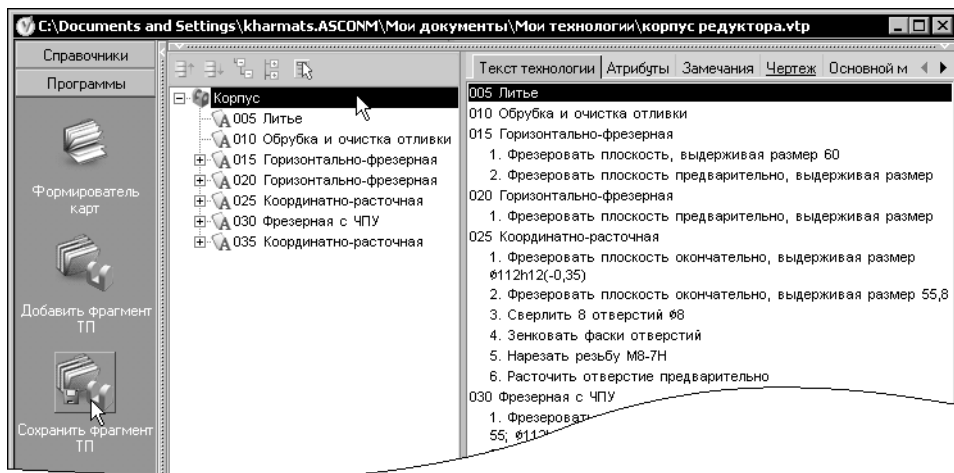

Рис. 9.43. Сохранение ТП в библиотеке шаблонов
2. На панели **Программы** нажмите кнопку **Сохранить фрагмент ТП** (рис. 9.43).